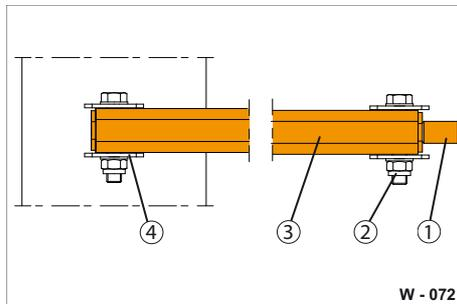

Abb. 28 Absturzsicherung lösen
- ▶ Lösen Sie die Verschraubung (Abb. 28/2). Bewahren Sie diese sicher auf.
- ▶ Klappen Sie das Gestänge (Abb. 28/2) aus.
- ▶ Kippen Sie die Mulde vorsichtig zurück und führen Sie den Stutzen (Abb. 28/1) in die Bohrung der Quertraverse am Fahrgestell ein. Die Mulde ist abgestützt.